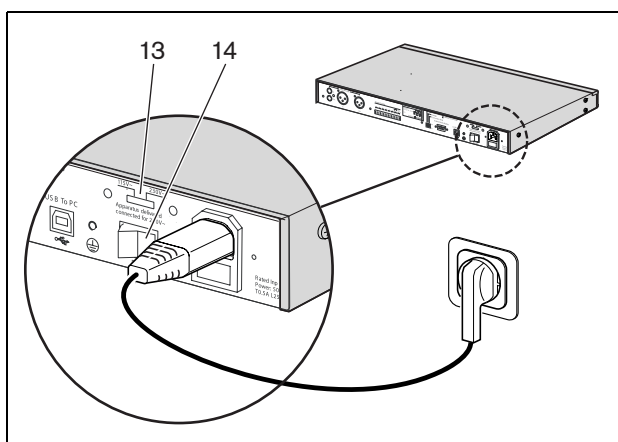

figura 3.8: Cabo de alimentação
- 1 Certifique-se de que o interruptor Power (14) na parte de trás do Temporizador está na posição "O" (consulte a figura 3.8).
- 2 Certifique-se de que o selector de tensão (115 V/ 230 V) (13) está correctamente regulado para a corrente utilizada no país (consulte a figura 3.8).
- 3 Utilize o cabo de alimentação para ligar o Temporizador à fonte de alimentação (consulte a figura 3.8).